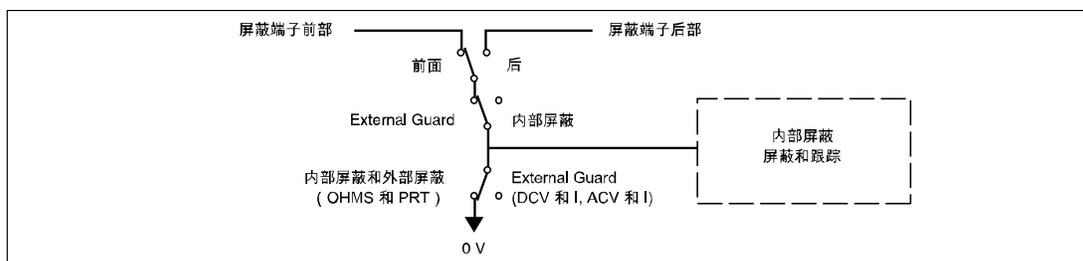

图 10.内部屏蔽连接
外部屏蔽已选中（开 (ON)）：在欧姆或 PRT 功能中，选择外部屏蔽可提供欧姆屏蔽功能。内部屏蔽体、跟踪电路和选定的前部或后部 GUARD 端子连接到内部 0 V 点。请参阅图 10。更多信息请参阅 输入端子选择。